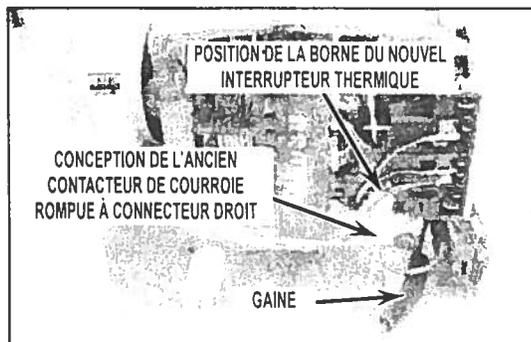
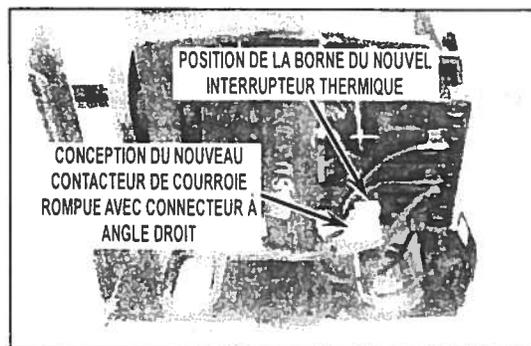

FIGURE 1A
FIGURE 1B
3. Déterminer le type de connecteur du contacteur de courroie rompue qui équipe la sècheuse. Voir *Figure 1A* et *Figure 1B*.
IMPORTANT : Ce moteur de rechange possède un dispositif de protection contre les surchauffes (interrupteur thermique) de conception nouvelle fixée au commutateur centrifuge et susceptible de différer de la conception du moteur à remplacer. Le nouvel interrupteur thermique possède des bornes différemment placées qui peuvent faire toucher le conducteur du contacteur de courroie rompue (à connecteur droit) et le support du moteur. Ce moteur est accompagné d'une petite longueur de gaine fendue. La gaine doit être placée sur le conducteur du contacteur de courroie rompue comme illustré en *Figure 1A*.
IMPORTANT : Le contacteur de courroie rompue a été modifié sur les modèles de moteur plus récents. Si ce moteur de rechange doit remplacer l'un de ces modèles, la gaine n'est pas nécessaire. Se reporter à la *Figure 1B* illustrant la nouvelle conception et vérifier que les conducteurs ne viendront pas en contact avec le support du moteur avant de jeter la gaine. Noter l'orientation du connecteur à angle droit fixé à l'emplacement de la borne du nouvel interrupteur thermique.
4. Remplacer le moteur, placer la gaine fournie dans la trousses si le conducteur du commutateur de courroie rompue possède un connecteur droit. Voir *Figure 1A*.